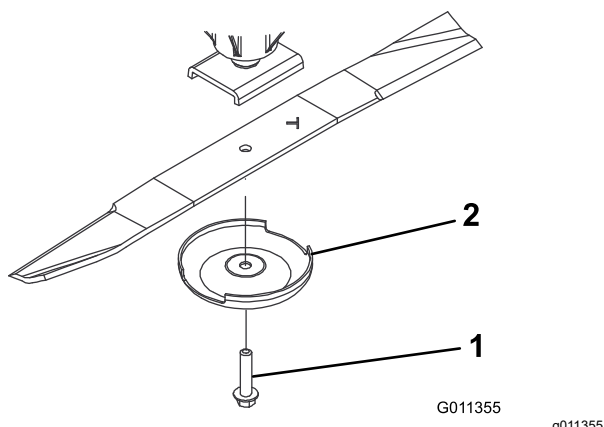

Figura 75
3. Retire del eje de la cuchilla el perno de la cuchilla, el protector de césped y la cuchilla (Figura 75).